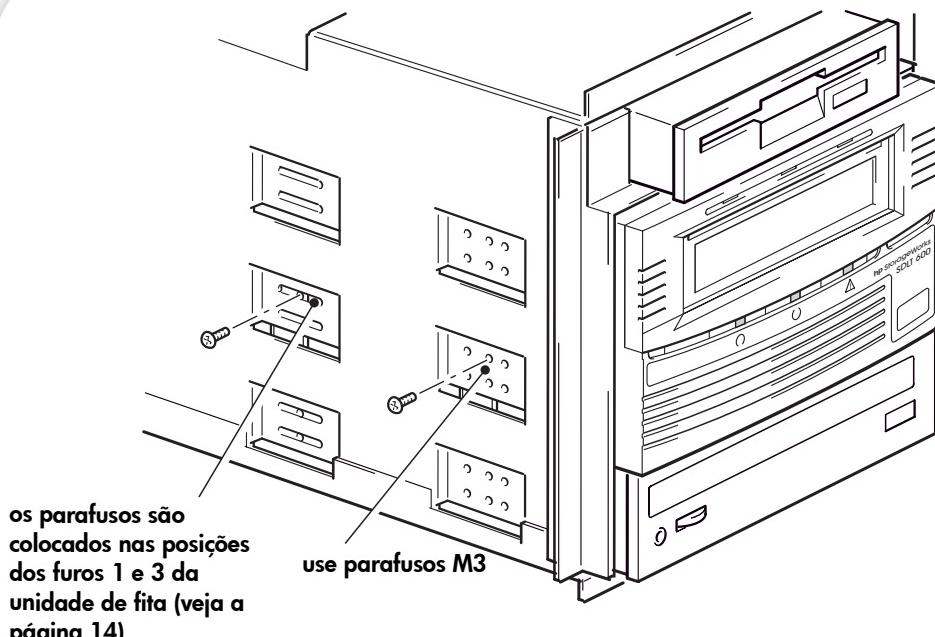

Figura 8b: fixar a unidade sem acessórios de montagem
- 1** Use os parafusos M3 fornecidos com a unidade de fita para fixá-la no lugar. Verifique se os orifícios do chassi estão alinhados com os orifícios nas laterais da unidade e use uma chave de fenda Philips para fixar os parafusos M3, conforme mostra a Figura 8b. Posicione os parafusos de forma a encaixá-los nos furos à direita da unidade de fita (furos 1 e 3).